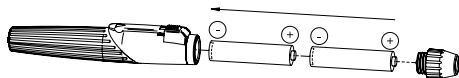

Fig. 3
Svitare il testina (3) e rimuovere le batterie. Inserire le batterie nuove con il contatto positivo rivolto verso la parte superiore dell'impugnatura (Fig. 3).